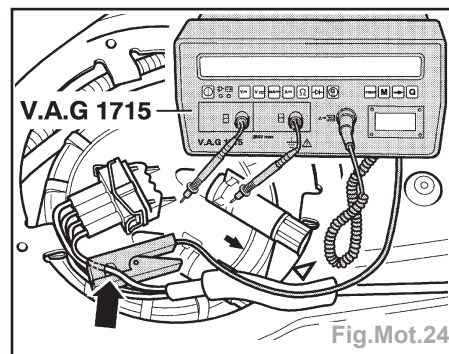

Fig.Mot.24
- rebrancher à la pompe d'alimentation le multimètre de mesure de courant avec la pince pour conduire le contact (flèche) de la connexion à fiches (Fig.Mot.24),